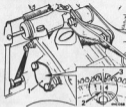

Abb. B.6
1. Deckel oder Tülle aus Inspektionsöffnung im Kupplungs/Wandler-Deckel abnehmen. Spiegel verwenden um die Steuermarken am Schwgrad/Wandler zu sehen, siehe Abb. B.6 oder Abb. Ba.1/Ba.2 (Automatik). Kurzelektrode in Einrichtung des Motors anheben bis die korrekte statische Steuermarken (siehe MOTORWINGELN) des Steuerpfeils in Inspektionsloch gegenüberliegt.